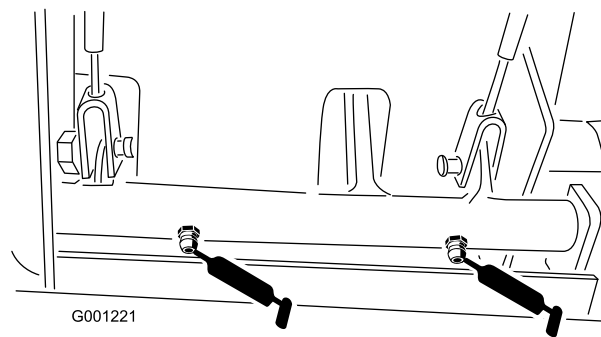

Figura 38
- Cables de freno (extremos de la rueda motriz y del pedal de freno) (Figura 38)
- Casquillos de pivote de los frenos (Figura 38)